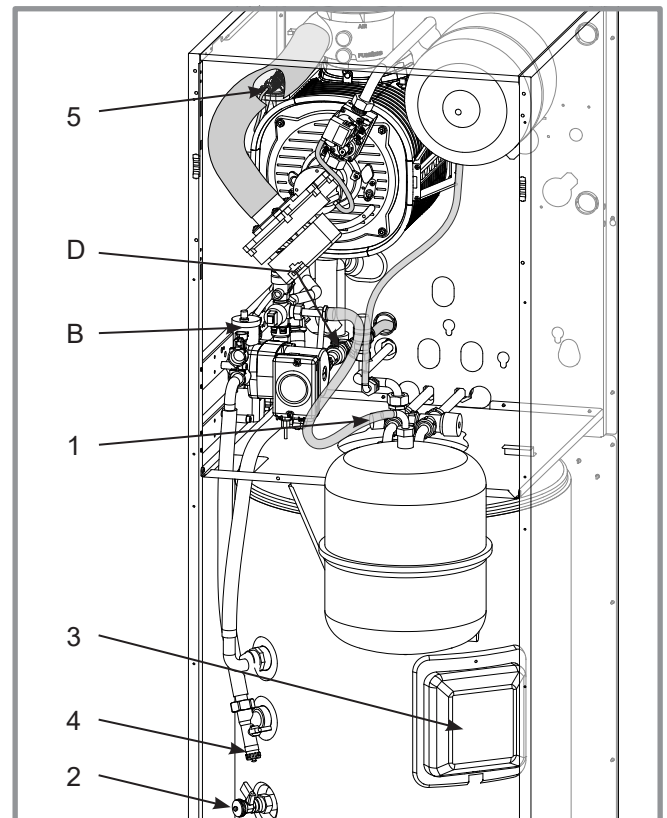

figure 57 - Vannes et purgeur
- Ouvrir le robinet de vidange de la chaudière (*figure 57, page 47, rep. 4*).
- Ouvrir le purgeur de la chaudière (*figure 57, rep. 5*).